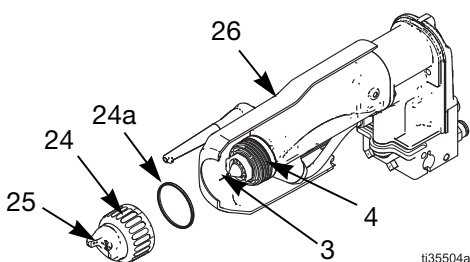

FIG. 11. Nettoyage du chapeau d'air et de la buse pour fluide
1. Coupez l'arrivée d'air à la turbine (TA).
- b. Retirez le chapeau d'air (24, 25) et la protection (26). Voir FIGURE 11.
- c. Essuyez la buse pour fluide (4) du pistolet à l'aide d'un chiffon imbibé de solvant. Évitez de faire pénétrer du solvant dans les passages d'air. Si possible, diriger le pistolet vers le bas pendant le nettoyage.
- d. Si de la peinture semble être restée dans les passages d'air de la buse pour fluide (4), retirez le pistolet pour le réparer. Consultez la section **Remplacement du chapeau d'air et de la buse**, page 31 pour retirer la buse pour fluide pour nettoyage ou remplacement.
- e. Nettoyez le chapeau d'air (25) à l'aide d'un balais à poils doux et du solvant ou immergez-le dans un solvant compatible et essuyez-le proprement. Ne pas utiliser des outils en métal.
- f. Ouvrez et glissez la protection (26) sur le pistolet.
- g. Remplacez soigneusement le chapeau d'air (25). Veillez à insérer l'électrode (3) dans le trou central du chapeau d'air. Tournez le chapeau d'air vers la position souhaitée.
- h. Vérifiez si la coupelle en U (24a) est bien en place sur la bague de fixation (24). Les lèvres doivent être tournées vers l'avant. Serrer la bague de serrage jusqu'à ce que le chapeau d'air soit bien en place ; vous ne devriez pas pouvoir tourner les cornets du chapeau d'air avec la main.